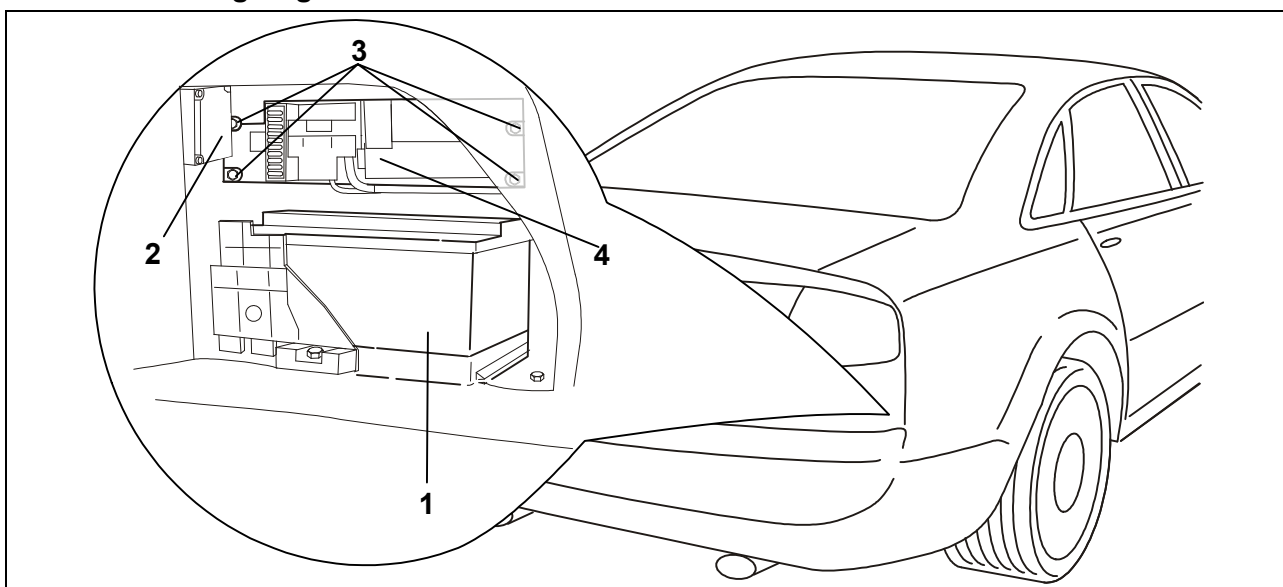

Fig. 1: Accu en werktuigdrager
3. Bevestigingen en aansluitingen van de accu (Fig. 1/1) losmaken en aftrekken. Accu eruit nemen.
4. Beide bevestigingsschroeven van de batterij-manager (BEM) (Fig. 1/2) losmaken. Batterij-manager naar voren trekken.
5. De vier bevestigingsschroeven (Fig. 1/3) van de werktuigdrager (Fig. 1/4) losmaken en voorzichtig naar voren trekken.